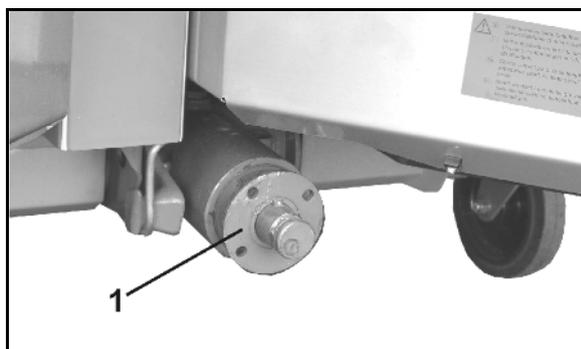

Fig. 37
1. Com um extractor, extrair o casquilho de flange (Fig. 37/1) do veio de entrada da caixa de velocidades.
4. Desenroscar o parafuso de retenção (Fig. 37/6).
Prestar atenção a uma sobreposição completa da mola de ajuste (Fig. 37/5)!